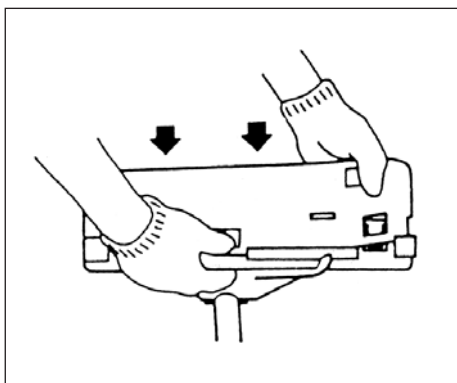

Рис. 1-9
При использовании триммерной головки (2) с защитным приспособлением лезвия двухсекционного типа на защитное приспособление следует надевать насадку. (Рис. 1-9)
Чтобы снять насадку защитного приспособления см. чертежи. Наденьте перчатки, поскольку насадка снабжена острым ограничителем шнура, затем по очереди вдавите четыре прямоугольных язычка на защитном приспособлении. (Рис. 1-9 C)